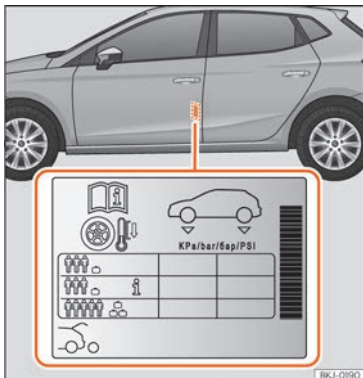

Fig. 181 Amplasarea etichetei cu presiunea din anvelope.
- Reglați presiunea în anvelope conform sarcinii transportate de autovehicul » **fig. 181.**
Valorile presiunii în anvelope sunt indicate pe autocolantul amplasat pe cadrul spate al ușii stânga față » **fig. 181.**
Presiunea din anvelope trebuie reglată în funcție de încărcătura transportată de autovehicul. Dacă autovehiculul urmează să fie încărcat la maximum, creșteți presiunea în anvelope până la valoarea maximă de încărcare de pe autocolant » **fig. 181.**
În cazul unei roți de rezervă compacte de dimensiuni reduse (125/70 R16 sau 125/70 R18), umflați-o la o presiune de 4,2 bari, conform indicației de pe eticheta cu presiunea în anvelope » **fig. 181.**
În funcție de autovehicul, presiunea din anvelope poate fi reglată la sarcină medie, pentru îmbunătățirea confortului la rulare (presiunea în anvelope » **fig. 181**). La conducerea cu presiune confort în anvelope, consumul de combustibil poate fi ușor mai crescut.
- Șoferul este răspunzător pentru presiunea corectă a tuturor anvelopelor. Presiunea recomandată în anvelope este indicată pe etichetă >>> **fig. 181.**
- Presiunea în anvelope trebuie să fie întotdeauna cea indicată pe etichetă, cu anvelopele reci >>> **fig. 181.**